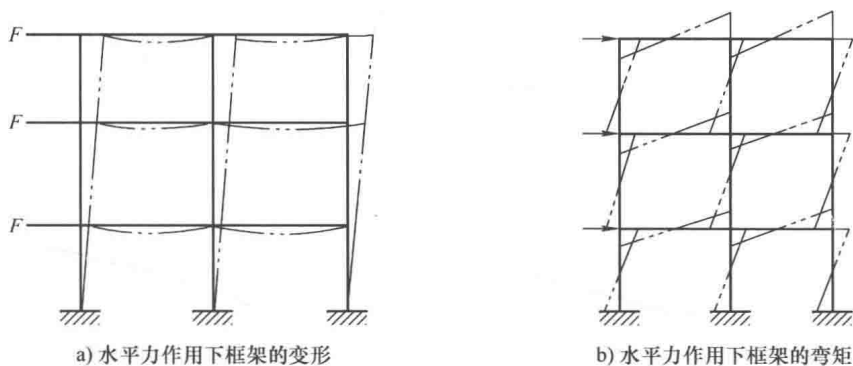

图 1-6-2 框架结构在水平力作用下的变形和弯矩
- (2) 框架结构在水平力作用下的变形和弯矩见图1-6-2。